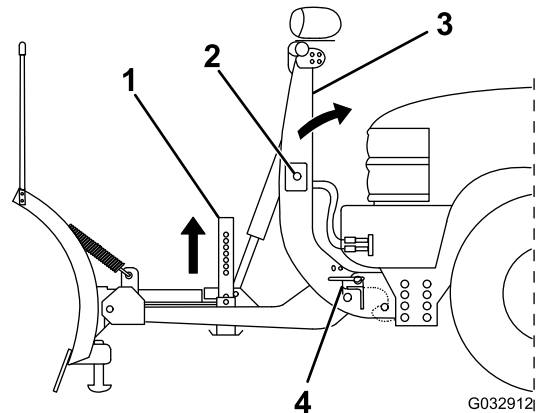

Bild 30
6. Drücken Sie den SmartHitch2-Schalter an der Seite der Kupplungssäule nach oben und heben Sie die Säule an, bis die Federstifte einrasten (Bild 30).
8. Ziehen Sie den Federstift des Ständers nach außen und heben den Ständer an; lassen Sie den Federstift dann los, um den Ständer zu arretieren (Bild 30).